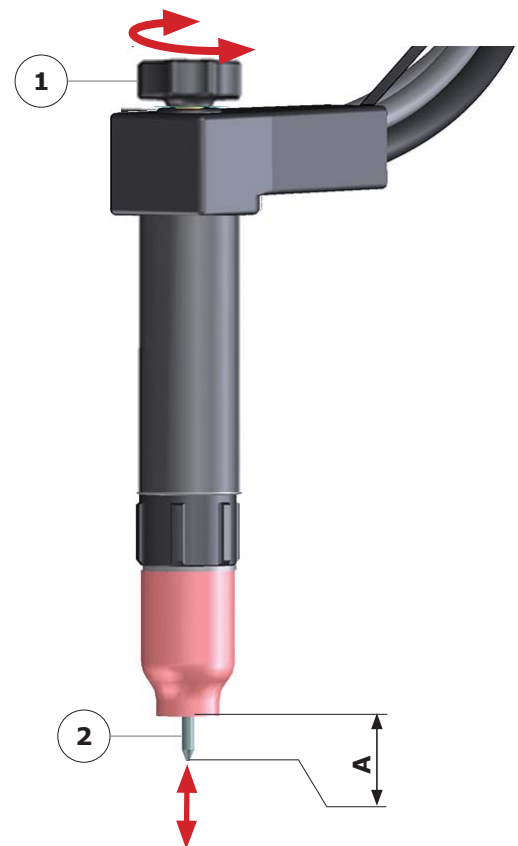

Abb. 5.11 - Einstellen des Elektrodenüberstandes
- Den Drehknopf (Abb. 5.11 - Index 1) um etwa  $\frac{1}{2}$  Umdrehung lösen und dadurch die Spannvorrichtung der Elektrode (Abb. 5.11 - Index 2) öffnen.
- Der Elektrodenüberstand sollte bei Standardanwendungen zwischen 10 und 40 mm liegen (Abb. 5.11 - Maß A).
- Die Elektrode durch Festschrauben des Drehknopfes (Abb. 5.11 - Index 1) in dieser Position fixieren.